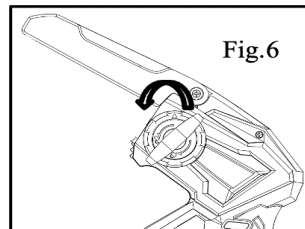

Fig.6
2. Відпустіть ручку фіксатора направляючої пластини проти годинникової стрілки та відкрийте бічну кришку (див. мал. 6 / Fig.6).